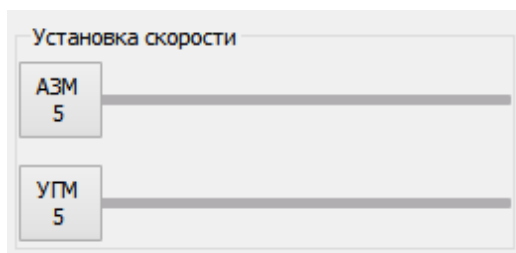

Рисунок 6.1.3.2 Панель установки скорости
7.3.4.2 Панель установки скорости (рисунок 6.1.3.2)